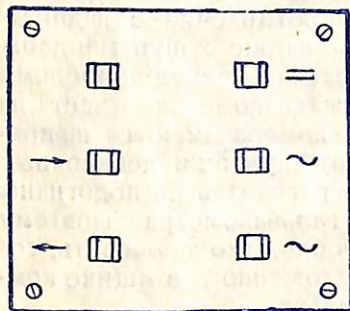

Рис. 4.
2. Для работы с постоянным током следует замкнуть вилкой, приложенной к прибору, верхнюю пару гнезд панели, укрепленной на задней стенке прибора (рис. 4). Тогда в комбинации с шунтом прибор является амперметром постоянного тока до 5 А и при включении соответствующих добавочных сопротивлений — вольтметром постоянного тока до 5 В или до 15 В. Для работы с переменным током замыкается средняя или нижняя пара гнезд (стрелка прибора будет отклоняться вправо или влево, как указано на гнездах рис. 4). Тогда в комбинации с необходимым шунтом или сопротивлением прибор будет являться или амперметром переменного тока до 2 А, или вольтметром переменного тока до 15 В. В каждом случае в гальванометре устанавливается соответствующая шкала.